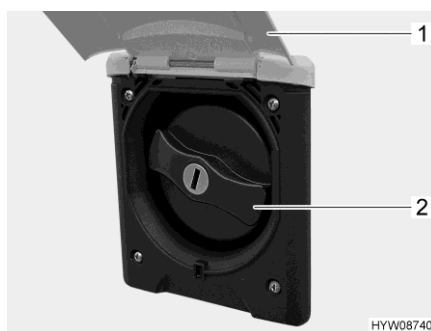

Bild 146 Lock (påfyllningsöppningen för dricksvatten)
- Fäll upp den utvändiga luckan (Bild 146,1).
- Vrid om det blå locket (Bild 146,2) en kvarts varv.